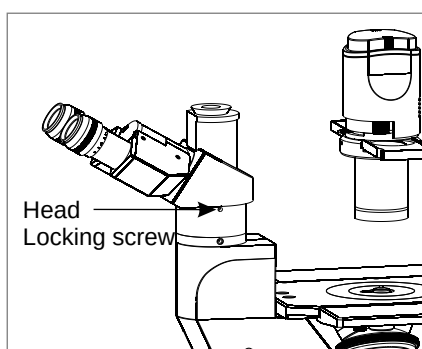

Fig. 9
1. Allentare la vite di bloccaggio utilizzando capo Allen strappo 2,0 millimetri (forniti con il microscopio) a una tale posizione se non viene fuori. Vedi fig. 9.